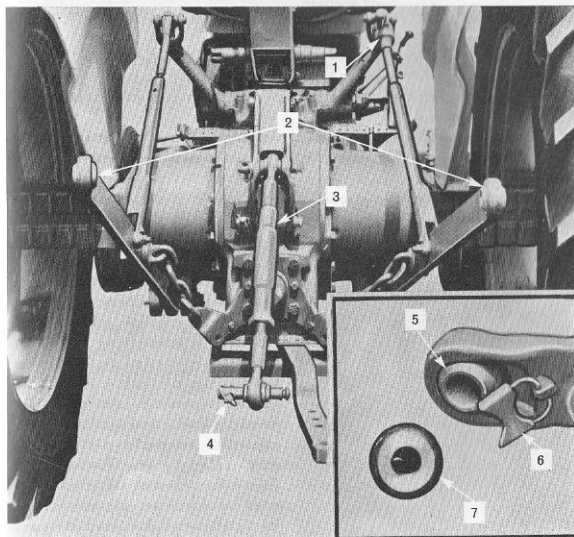

Fig. 20 Tillkoppling av redskap
1. Tryckstäng – Tag bort tryckstängens ytterdel, fig. 20, och sätt på den medföljande ytterdelen.
2. Dragstänger – Drag på vardera dragstängens i den fjäderbelastade hållaren, fig. 20, och vrid kulan i skålen tills tapphålet i kulan står vertikalt. Kulan kan sedan tas bort från stängens. Montera den andra kulan i motsatt ordningsföljd.
Ställbar tryckstång – Den helt ställbara tryckstäng, fig. 20, kan ställas in för att passa till arbete med
Inställningsvev för redskapets lutning – En inställningsvev, fig. 20, finns på högra dragstäng för kontroll av redskapets lutning. För normala arbeten skall vänstra dragstäng ställas in till en längd av 75,6 cm Major 4000 och 72,4 cm Super Major 5000.